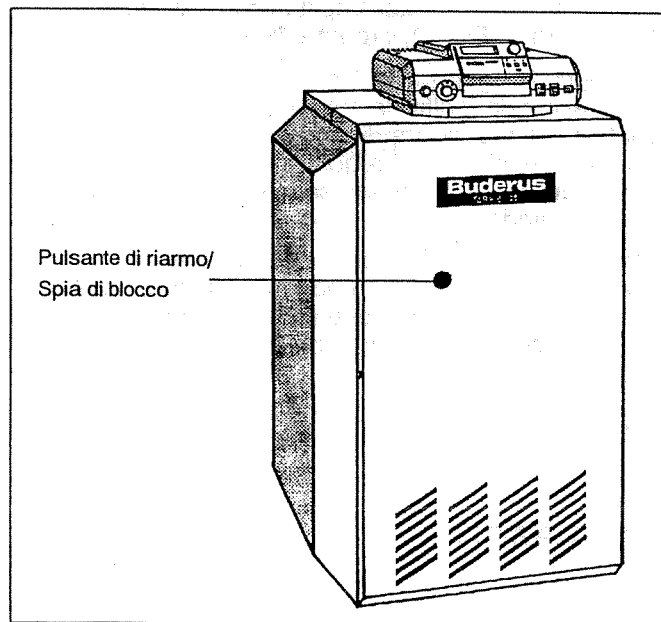

Fig. 4: Pulsante di riarmo
- In caso di accensione della spia di blocco sul pulsante di riarmo (Fig. 4), premere il pulsante di riarmo.